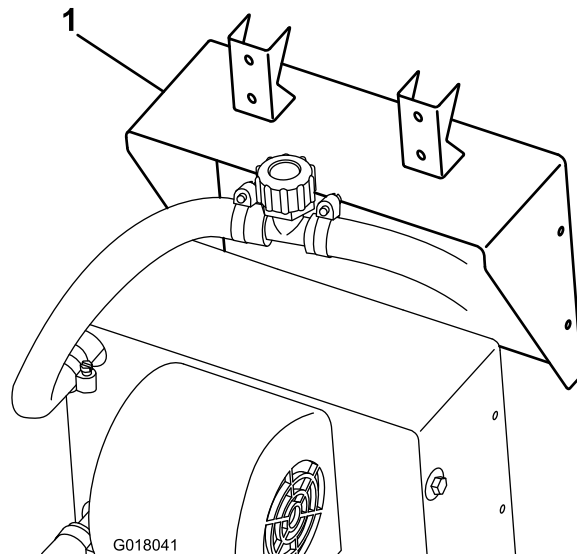

Рисунок 22
- Присоедините кронштейн обогревателя к обогревателю с помощью винтов, входящих в его комплект (Рисунок 22).